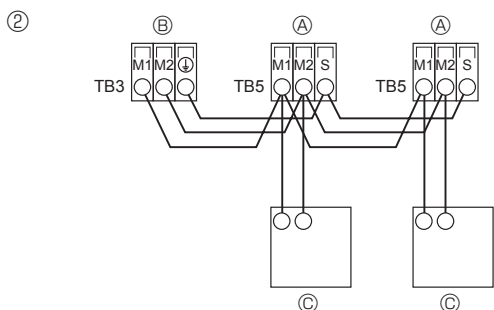

Fig. 6-4
② Mando a distancia M-NET (Fig. 6-4)